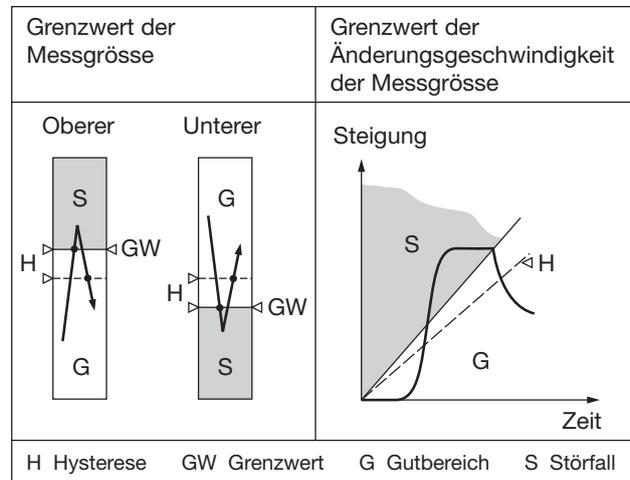

Bild 3
– zur Überwachung der Messgröße als unterer oder oberer Wert zwischen -10 und +110%2 (siehe Bild 3, links)
zwischen  $\pm 1$  und  $\pm 50\%/s$  (siehe Bild 3, rechts)